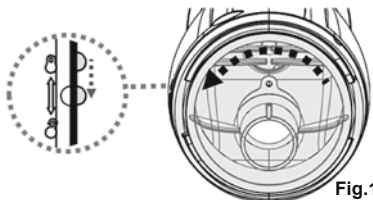

Fig.1
2. Houd het hoofddeel van de elektrische zuiger vast en draai het deksel linksom totdat de witte markering op het deksel de markering vergrendelen-ontgrendelen bereikt. (Fig.1) Maak het deksel los en verwijder de filterzak/filterkorf uit de elektrische zuiger.